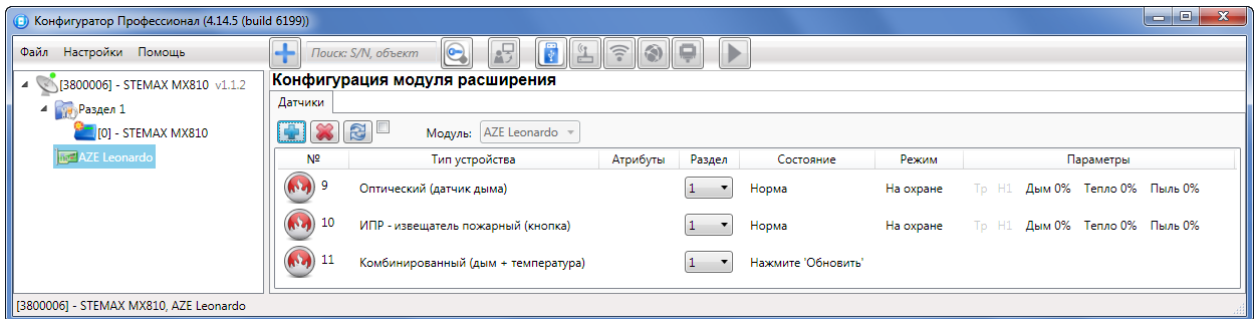

Рис. 6.7. Отображение зарегистрированных извещателей *Leonardo*
4. После нажатия кнопки *Закреть* извещатель появится в списке устройств на вкладке *Датчики* (Рис. 6.7).